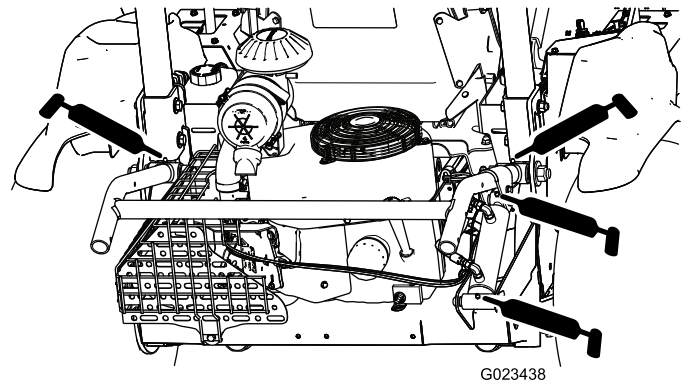

Figura 37
- Elevador del accesorio (4) – Figura 37